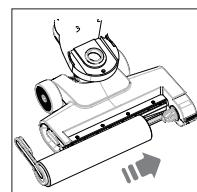

Abb. 16 – Mikrofaserrolle einsetzen
- ▶ Setzen Sie den Mikrofaserrolle mit der rechten Seite zuerst auf die Walzenaufnahme. Drehen Sie die Verriegelungslasche so, dass Sie die Verriegelungslasche in die Aussparung im Reinigungsfuß einrasten kann (**siehe Abb. 16**).